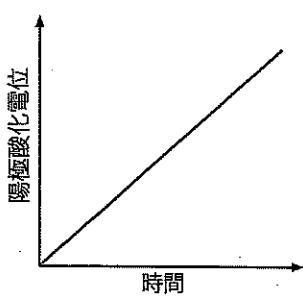
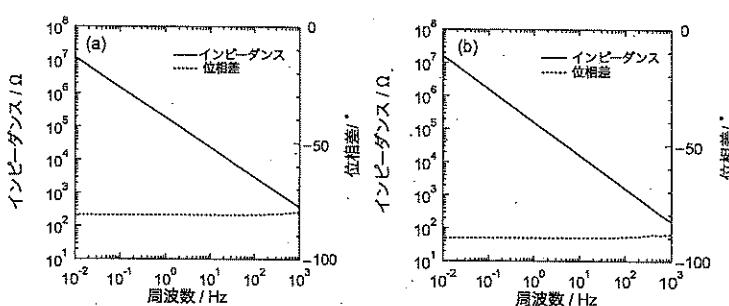

図1 陽極酸化電位と時間の関係
図2 交流特性
問(1) ある金属を電解液に浸漬して、一定の電流で陽極酸化すると酸化物皮膜が形成した。その際に、陽極酸化電位を測定したところ図1のような変化が測定された。条件を変えて陽極酸化した後に中性の電解液中で周波数を変えて交流特性（インピーダンスと位相差）を測定して図2のような結果を得た。以下の(A)～(C)に答えなさい。ただし、電流は全て酸化物皮膜の形成に使用されたものとする。
- (A) 図1から、酸化物皮膜の厚さは時間に対してどのように変化したかを答えなさい。
- (B) 図1をもとにこの金属を陽極酸化して電気容量の異なるキャパシタを作製する方法を答えなさい。なお、金属の表面積は同一とする。
- (C) 図2の(a)と(b)、どちらの特性を示す酸化物皮膜がキャパシタの誘電体として適しているかを判断理由とともに答えなさい。